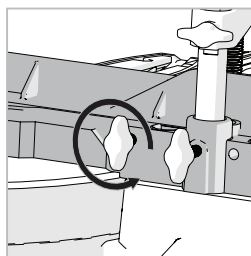

Fig. 10
- Allentare la vite zigrinata **(fig. 10)**.